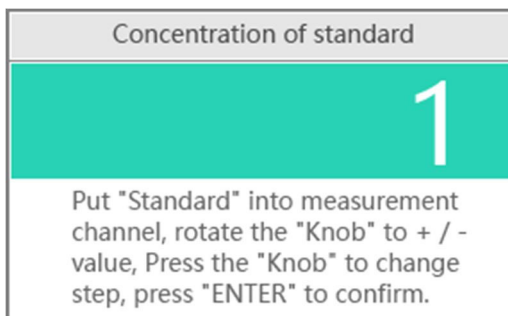

図 6-8 標準サンプルの測定
3. 図 6-8 のメッセージに従い、標準サンプルが入ったセルを光路に置き、試料室カバーを閉じ、ジョグダイヤルを回して標準サンプルの濃度値を入力し<ENTER>キーを押して確定します。